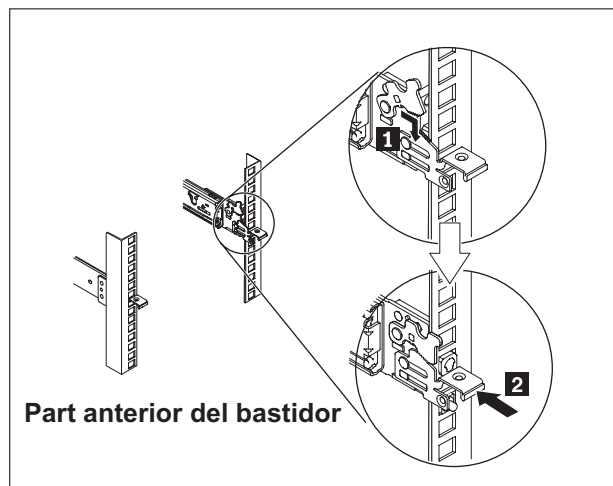

Figura 11. Com instal·lar la part anterior de les guies
3. Instal·leu la part anterior de les guies, tal com es mostra a Figura 11 a la pàgina 19.